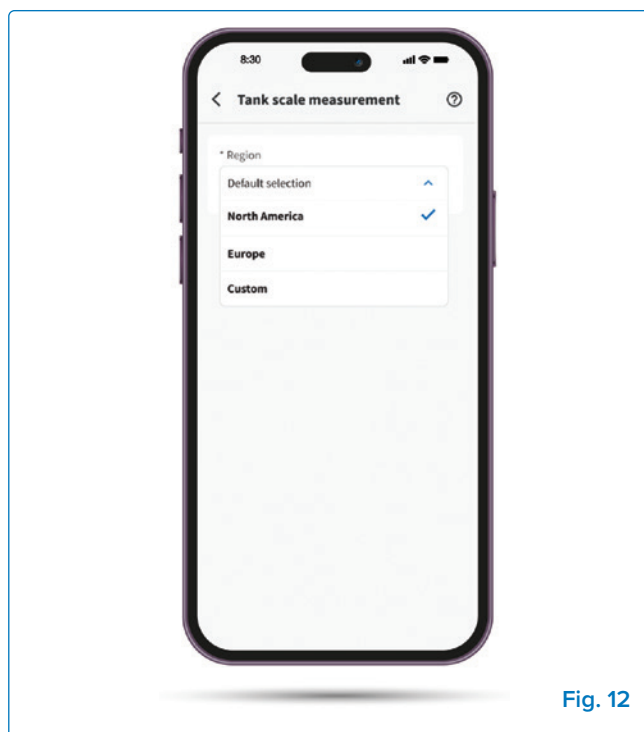

Fig. 12
- Open de Napoleon Home App en ga naar het gedeelte Tankweegschaal (**Fig. 12**).